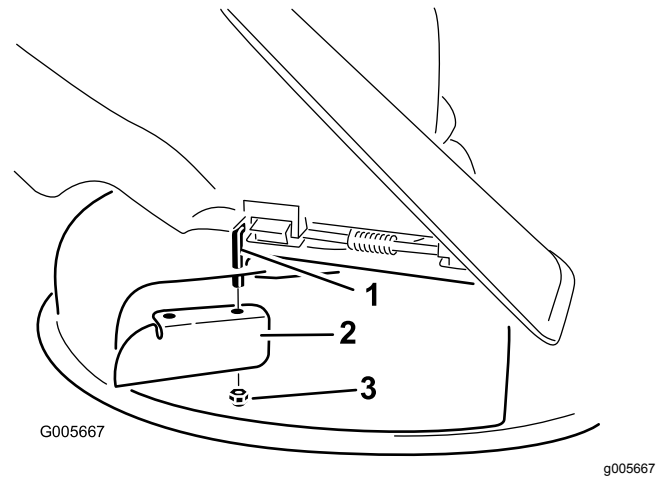

Figure 21
7. Montez le déflecteur d'ouverture sur la tige de pivot exposée (Figure 21).
3. Enlevez le déflecteur d'ouverture du plateau de coupe (Figure 21).